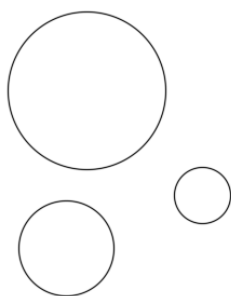

Рис. 17
- 1) Командой **Круг** постройте три произвольные окружности (рис. 17).